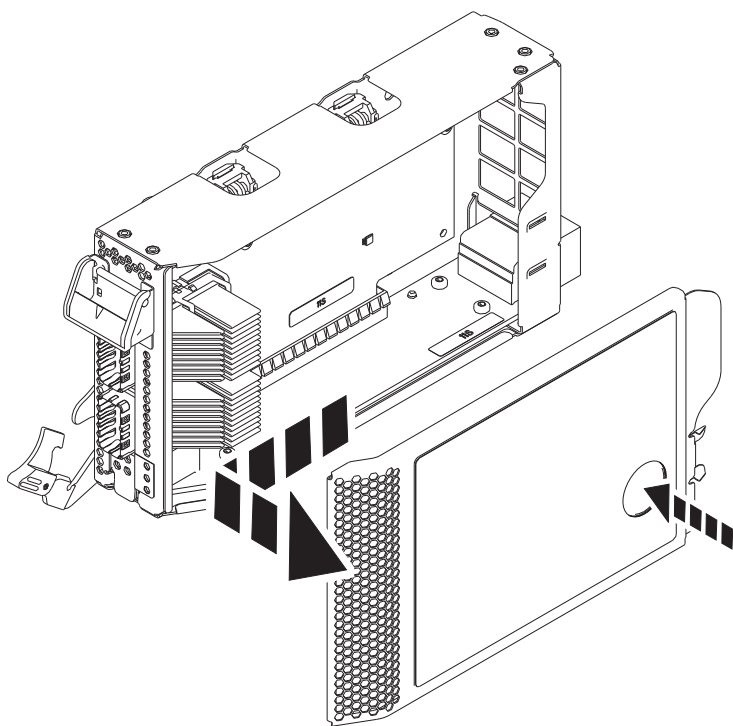

Figura 27. Extracció de la coberta del casset de l'adaptador PCIe
- a. Premeu el botó de color terracota de la coberta del casset tal com es mostra a la Figura 27 a la pàgina 28 per desenganxar la coberta del casset.